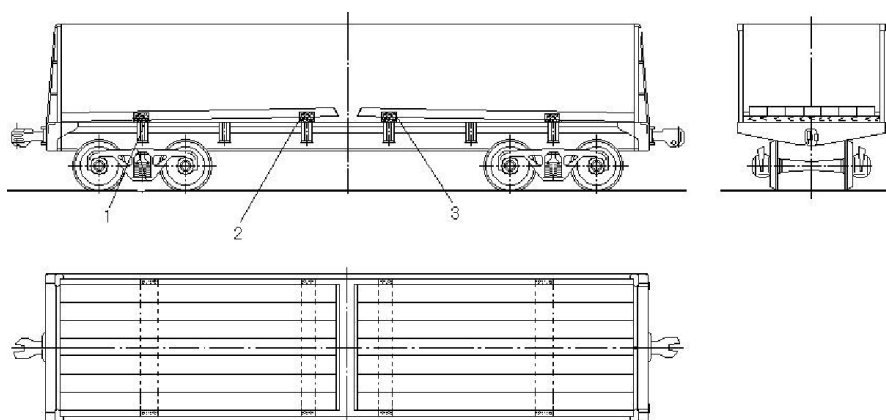

Рисунок 195
8.2.5. Блюмсы длиной свыше 4000 мм до 5900 мм включительно размещают в один ярус по высоте двумя штабелями по длине полувагона каждый на двух подкладках сечением не менее 40х100 мм и длиной 2870 мм, расположенных на шкворневых балках, и двух подкладках сечением не менее 80х100 мм и длиной 2870 мм, расположенных на средних или промежуточных (в зависимости от длины блюмса) балках, со смещением к торцу полувагона (рисунок 195). При наличии свободного пространства между штабелями и боковыми стенами полувагона более 100 мм от поперечных смещений блюмсы крепят брусками сечением не менее 50х100 мм и длиной по месту, которые устанавливают на подкладки и прибивают к ним каждый двумя гвоздями длиной не менее 100 мм.